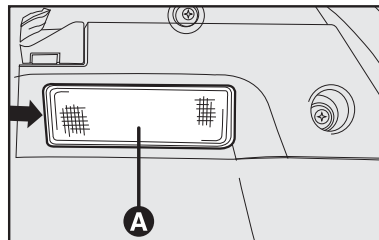

fig. 31
LUZ DEL COMPARTIMIENTO DE EQUIPAJES - fig. 31
- quite el plafón **A-fig. 31** forzando ligeramente con un destornillador en el punto indicado por la flecha cuidando para no rayar la superficie;